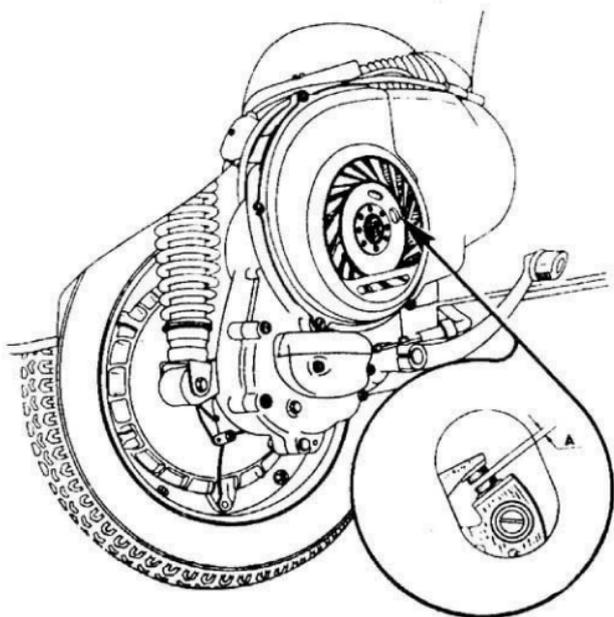

Fig. 14.—Reglaje platinos del ruptor.
4. Limpiar y ajustar a 0,4 mm. los platinos del ruptor del volante magnético (véase fig. 14).